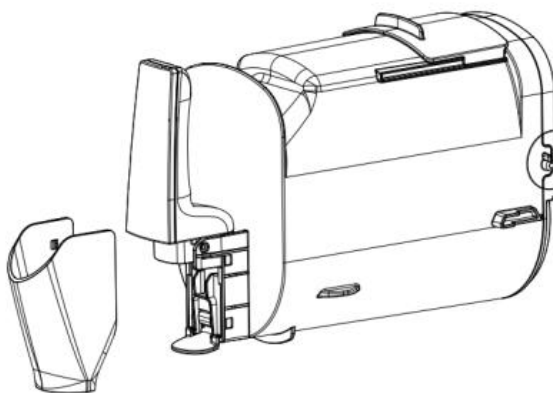
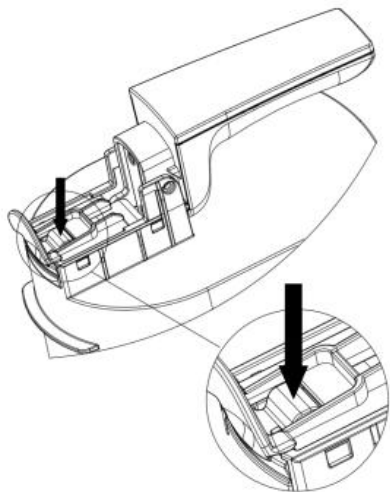

Figure 4
Figure 5
3. Czyszczenie otworu wylotowego: Zdjąć pokrywę otworu wylotowego (rysunek 4), nacisnąć i przytrzymać pozycję mocowania wspornika otworu wylotowego (rysunek 5), następnie otworzyć uchwyt lufy i zdjąć otwór wylotowy zmontuj (rysunek 6), wyczyść i złóż z powrotem w kolejności demontażu i montażu.